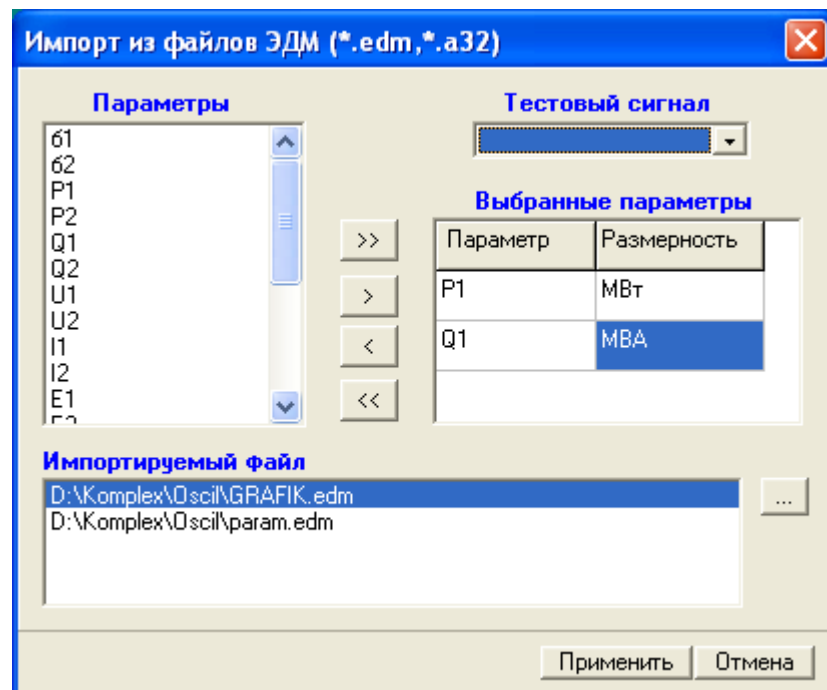

Рис.3.3.
- 3.5. После выбора команды ЭДМ появляется окно импорта файла в формате ЭДМ (файлы с расширением *.edm и *.a32), приведенное на рис.3.3. Файлы этого формата формирует программа осциллографирования электродинамической модели НИИПТ, так что они содержат информацию, полученную не в результате расчета, а в результате физического эксперимента. Информация в файлах содержится в двоичном виде.